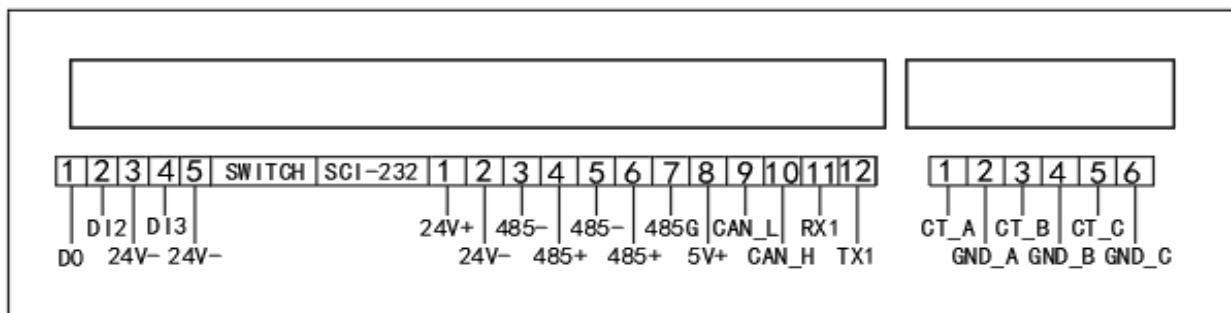

图 8
- (6) DI2 为外接的急停按钮，DI3 为外接的备用按钮，如图 8 所示。